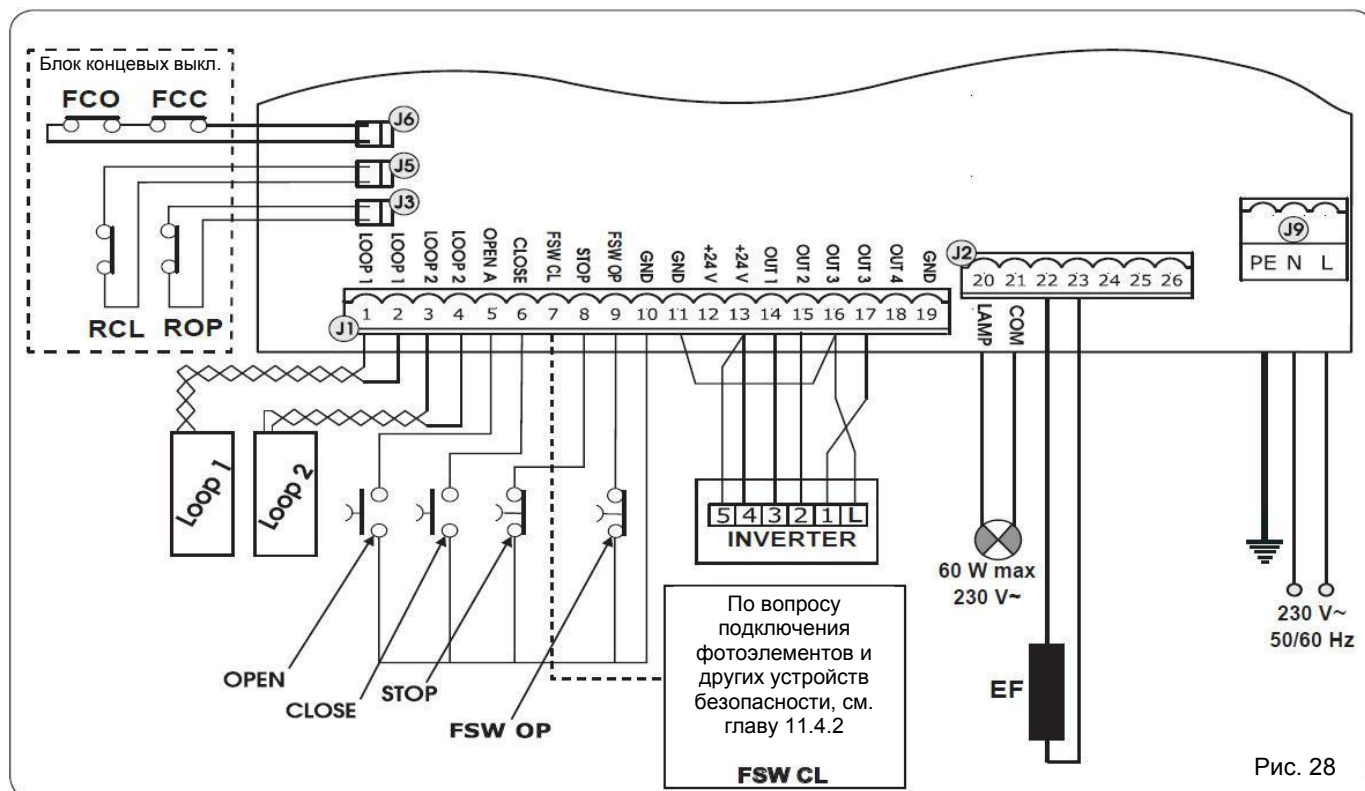

Рис. 28
- Подключите земляной кабель к соответствующему контакту разъёма J9 платы управления (см. рис. 28).
11.4.1 РАЗЪЁМ J1 – АКСЕССУАРЫ (РИС.28)
Во избежание нарушения правильной работы системы, не превышайте параметры по потреблению, указанные на рис. 28.
11.4.4 РАЗЪЁМ J2 – СИГНАЛЬНАЯ ЛАМПА (РИС.28)
11.4.6 РАЗЪЁМЫ J3, J5 – КОНЦЕВЫЕ ВЫКЛЮЧАТЕЛИ ROP и RCL (РИС.28)